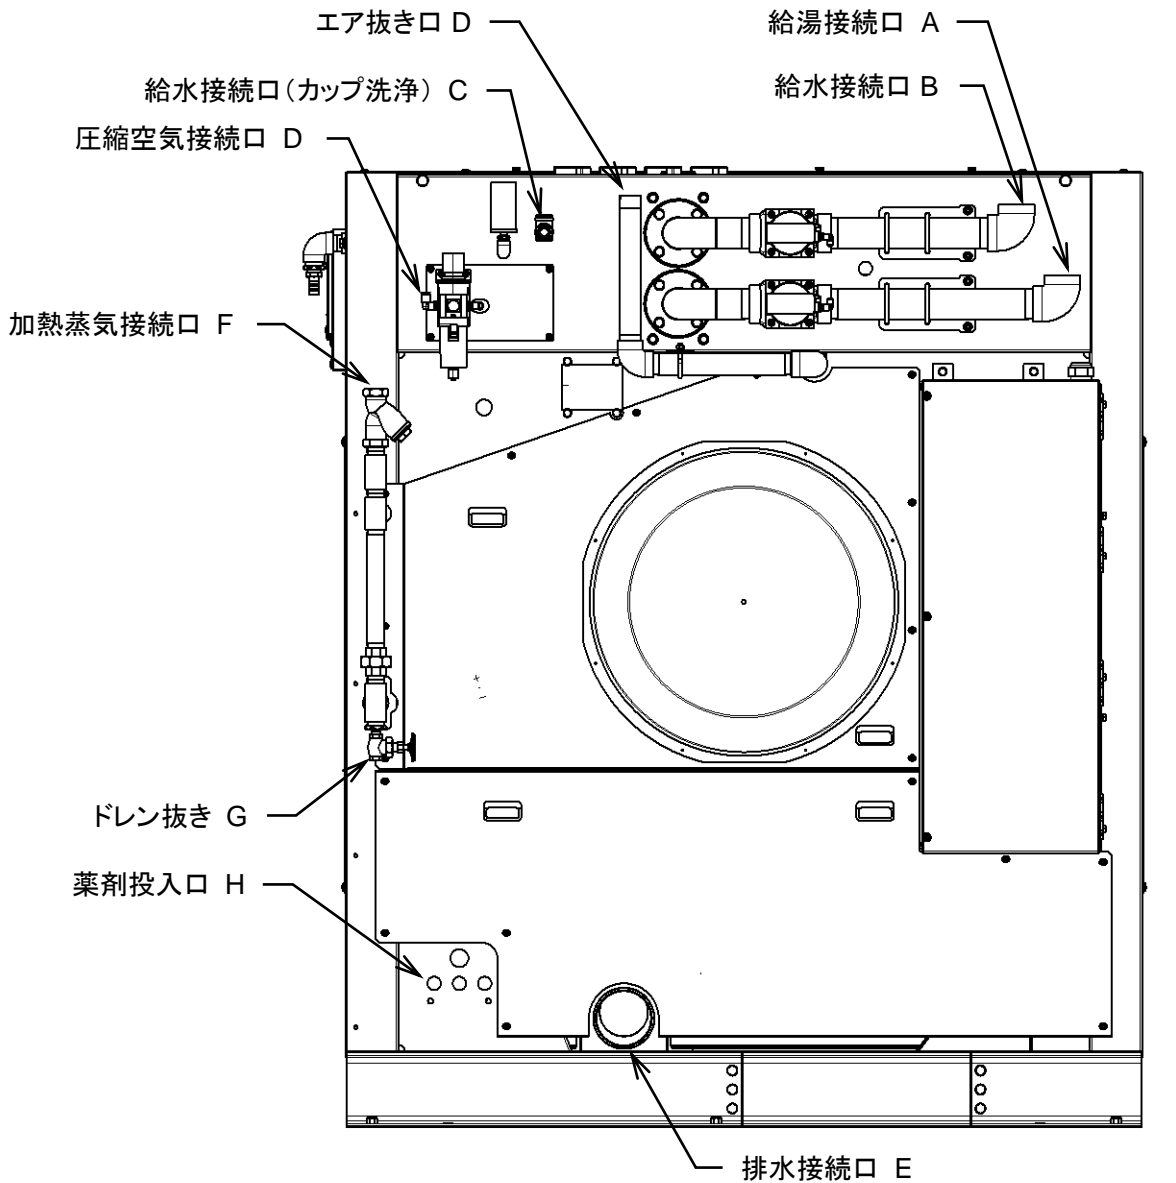

図 5-1
- ・ 給水接続口 A に配管を接続します。(図 5-1)
- ・ 給湯接続口 B に配管を接続します。(図 5-1)
- ・ 給水接続口 C に配管を接続します。(図 5-1)
- ・ 圧縮空気接続口 D (ϕ 10mm) に配管を接続します。(図 5-1)
- ・ 圧縮空気接続口 E に接続します。(図 5-1)
- ・ 排水接続口 F に配管を接続します。(図 5-1)
- ・ 加熱蒸気接続口 G に配管を接続します。(図 5-1)
- ・ ドレン抜き H にホースを接続しバルブが開放されても蒸気により、人への損害、機械への傷害を招かない場所に配管すること。(図 5-1)